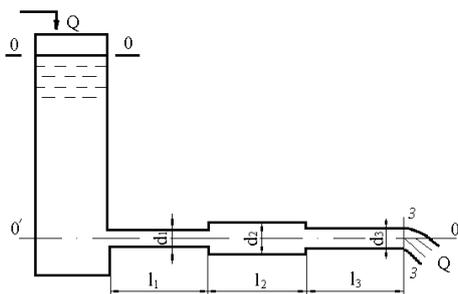

Рис. 1
2. Из открытого резервуара, в котором поддерживается постоянный уровень, по стальному трубопроводу (эквивалентная шероховатость $\Delta = 0,1$ мм), состоящая из труб разного диаметра d и различной длины l ($d_1 = 50$ мм, $l_1 = 5$ м, $d_2 = 100$ мм, $l_2 = 2,5$ м, $d_3 = 75$ мм, $l_3 = 3$ м) вытекает в атмосферу вода, расход которой $Q = 10$ л/с, температура $t = 60^\circ\text{C}$ (рис. 1).